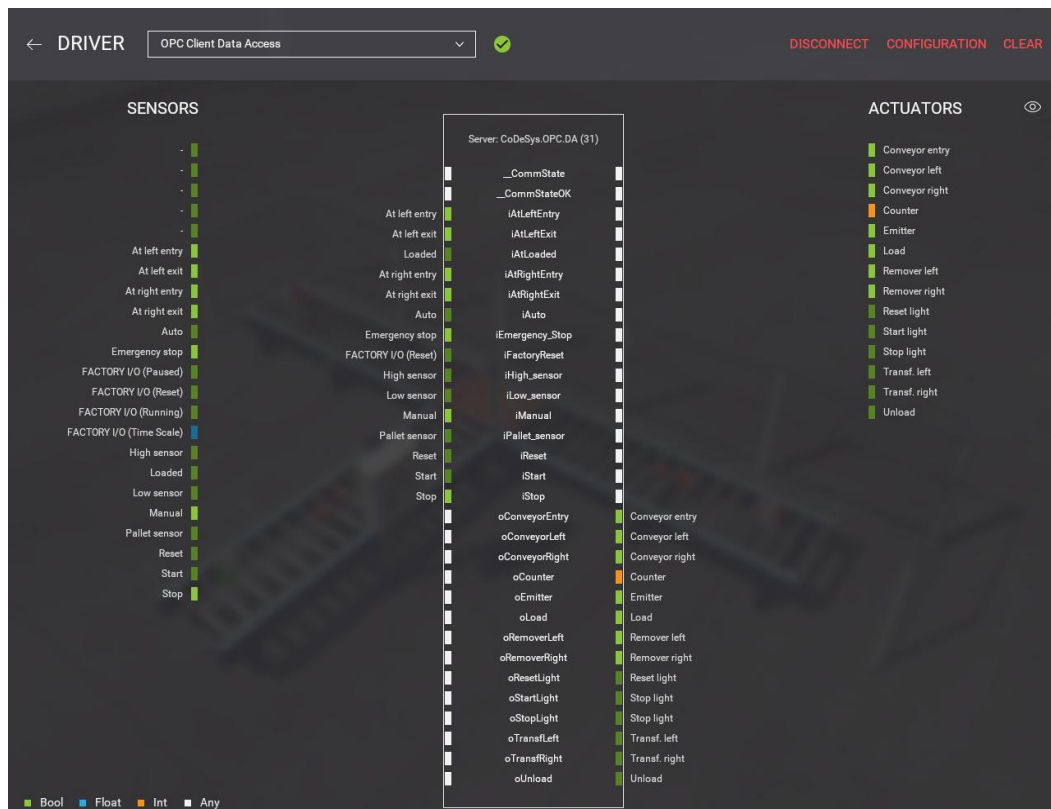

Рис.12. Зображення з налаштуваннями віртуального контролера
2.19. Далі потрібно поєднати теги датчиків та виконавчих пристроїв (рис.12) із змінними, які прописувались у програмі.